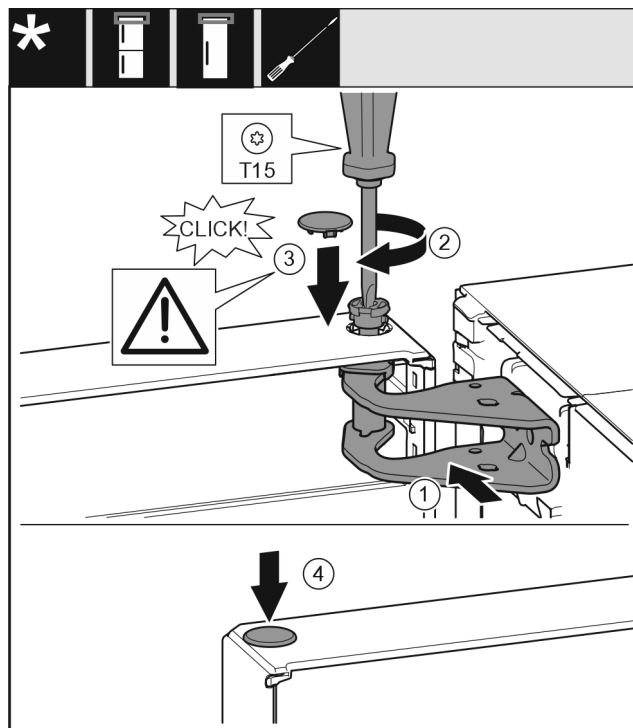

Fig. 19
- ▶ Dveře nahoře vyrovnejte s otvorem ve stojanu ložiska. Fig. 19 (1)
- ▶ Vložte čep a pevně jej utáhněte šroubovákem T15. Fig. 19 (2)
- ▶ K zajištění dveří namontujte bezpečnostní kryt: Bezpečnostní kryt nasadte a zkontrolujte, zda přiléhá na dveře. V opačném případě čep zcela zasuňte. *Fig. 19 (3)*
- ▶ Vložte zátku. *Fig. 19 (4)*